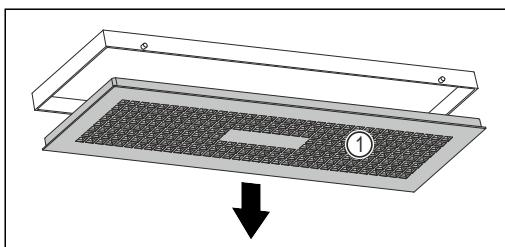

Fig. 99
- Медленно поверните водяной блок вниз, удерживая при этом крышку Fig. 99 (1).
- Снимите крышку Fig. 99 (1).